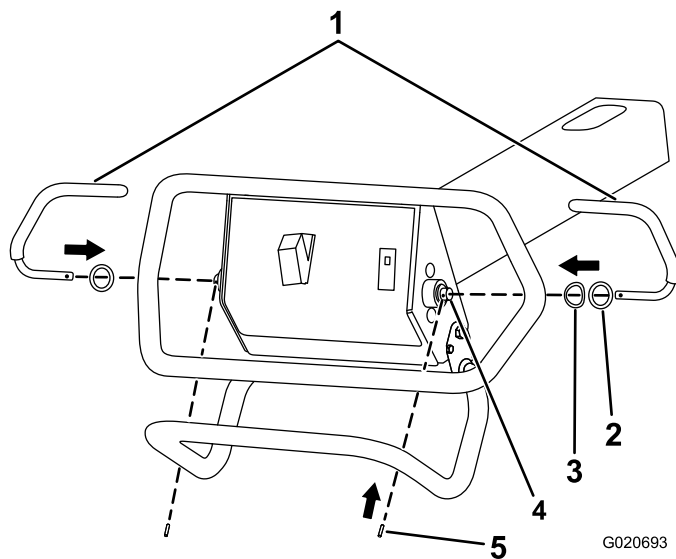

Bild 7
- Setzen Sie einen Schaltbügel in das linke Ende des Drehzapfens ein (Bild 7).
- Fluchten Sie das Loch im Schaltbügel mit dem Loch im Drehzapfen aus (Bild 7).
- Setzen Sie den Rollstift in die Löcher am Schaltbügel und am Drehzapfen (Bild 7).
- Setzen Sie einen Schaltbügel in das rechte Ende des Drehzapfens ein (Bild 7).